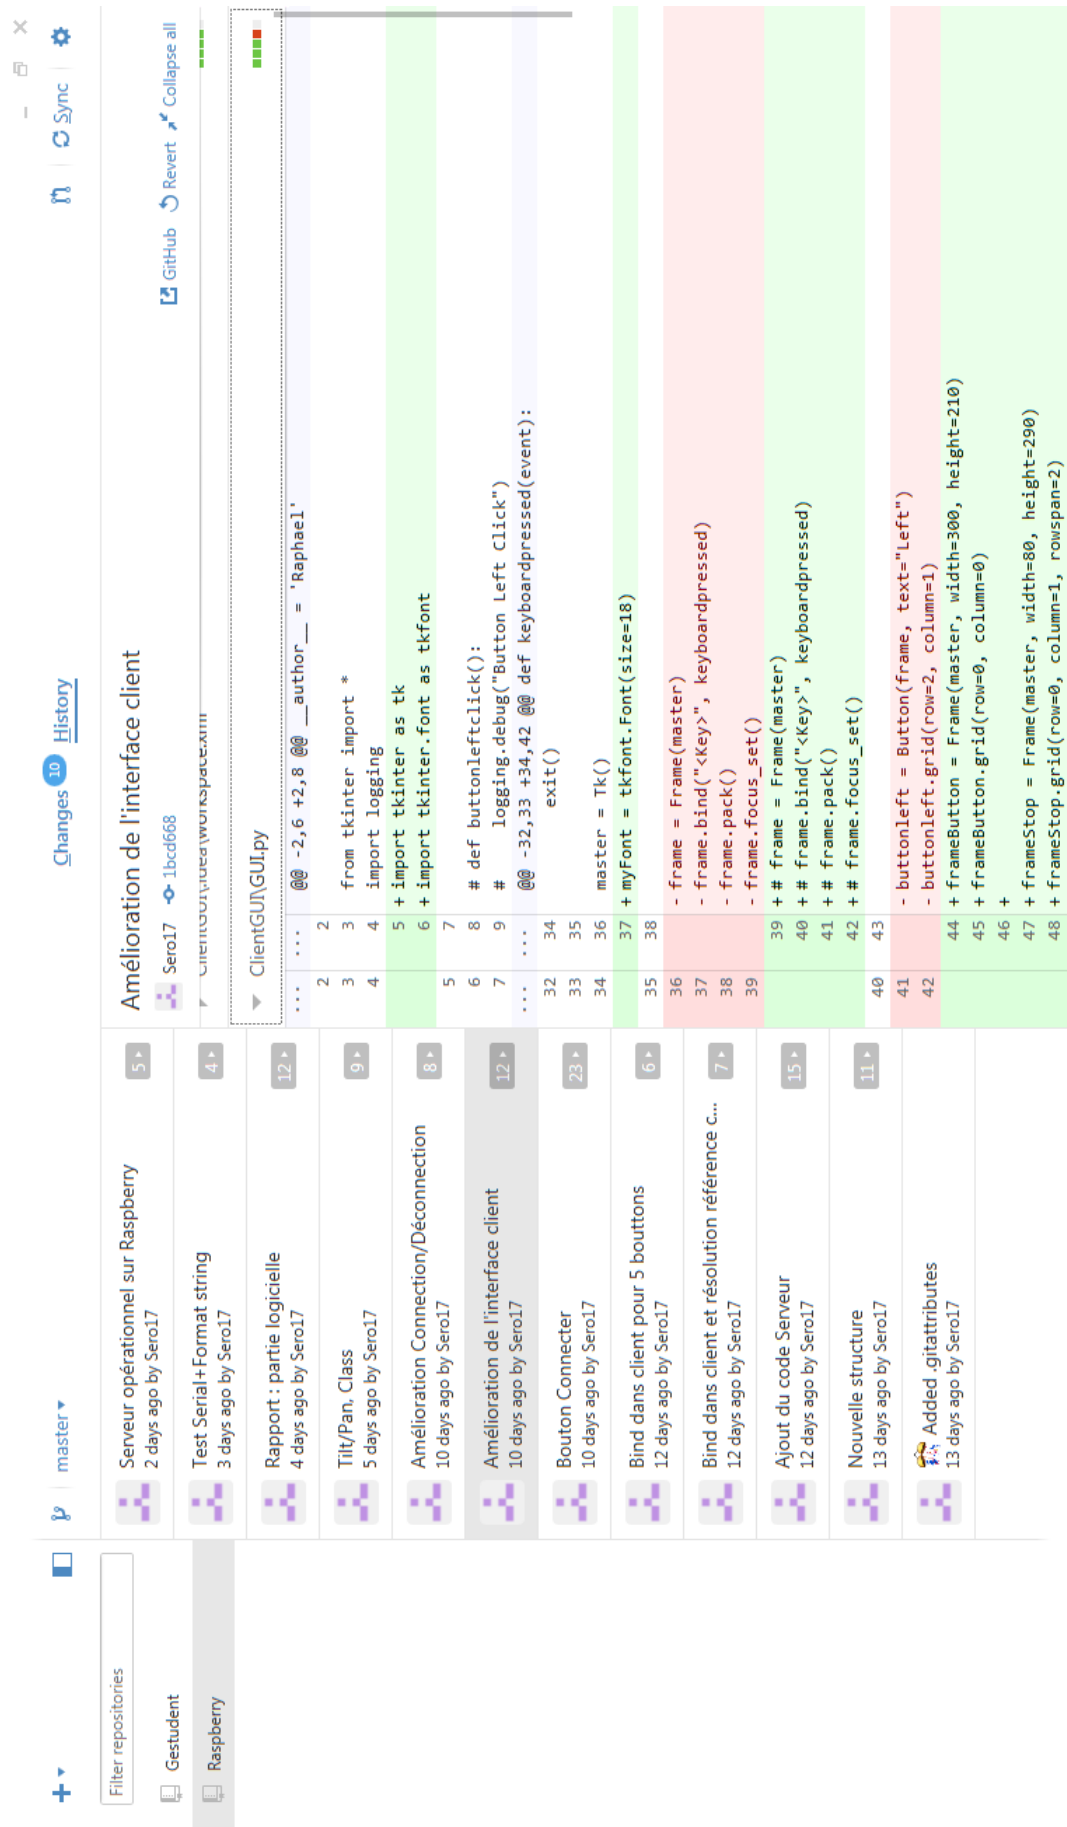

FIGURE 4.2: Interface de GitHub sous Windows
- Il permet d'enregistrer plusieurs versions d'un code, en montrant qui l'a mis en ligne, quand cela a été fait, et les différences avec la version précédente. C'est utile si nous nous rendons compte que les modifications apportées à un code rend celui-ci inutilisable, en permettant de retélécharger un code que nous savons fonctionnel. Sur la figure 4.2, on voit que Sero17 (c'est le pseudo de Raphaël) a modifié le fichier `ClientGUI\GUI.py` il y a dix jours.